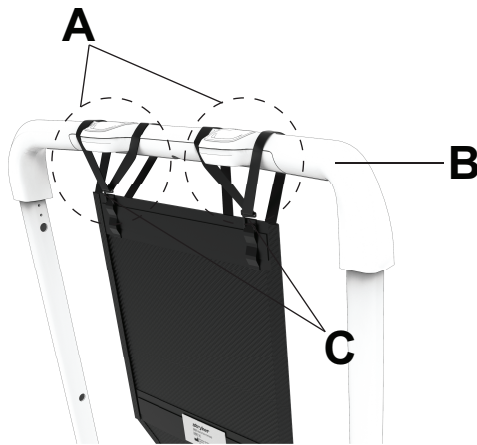

図 31 – ストラップをグラブバーに取り付ける
2. 左のヘッドサポートストラップ ( A ) をグラブバー ( B ) の左側に巻き付けます。ストラップは左の移動ボタン両側のフレームにはまっている必要があります。ヘッドサポートのループにフック ( C ) を留め、ストラップをグラブバーの周囲に固定します ( 図 31 )。